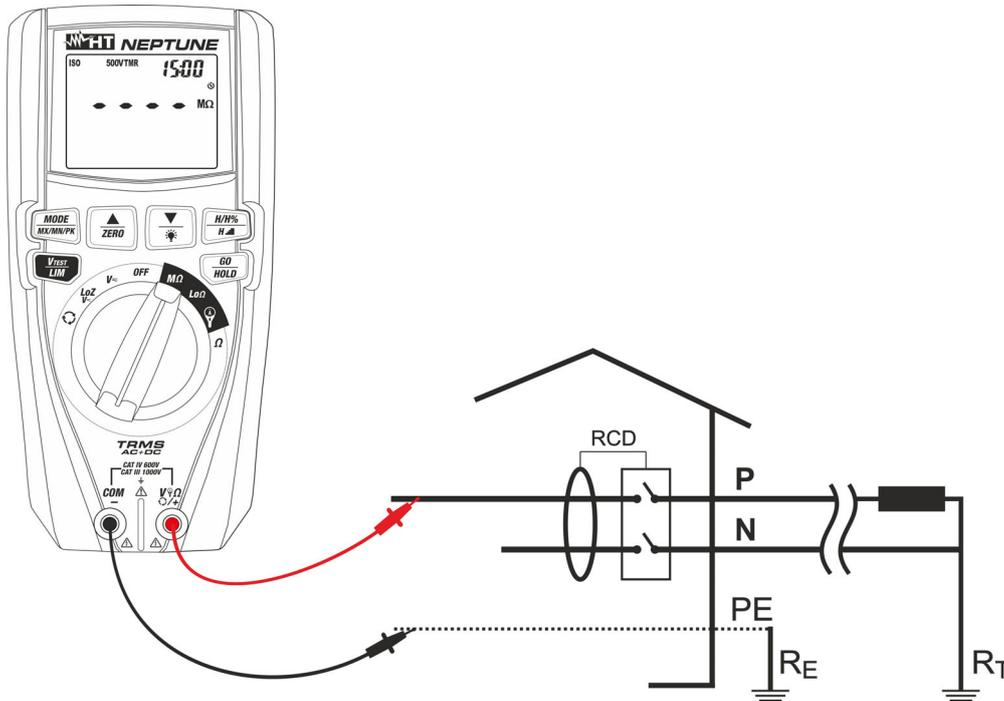

Fig. 19: Uso do instrumento para a medição da resistência de isolamento pelo modo TMR
6. Inserir o condutor vermelho no terminal de entrada $V\Omega\text{Ⓢ}/+$ e o condutor preto no terminal de entrada **COM/-** e eventuais terminais com crocodilo e ligar o instrumento à instalação em exame (ver Fig. 19)